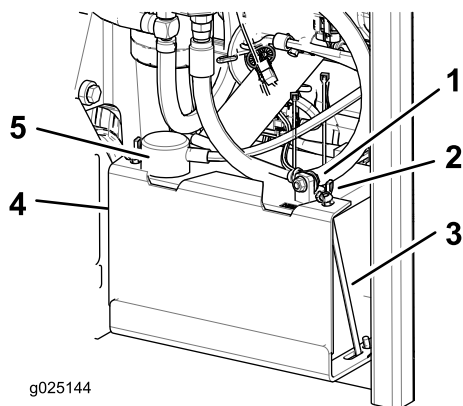

Figura 46
3. Prima scollegate il cavo negativo della batteria (nero) dal morsetto negativo della batteria (nero) (Figura 46).
4. Fate scorrere la guaina del morsetto rosso via dal morsetto positivo della batteria (rosso) e rimuovete il cavo positivo della batteria (rosso) (Figura 46).
5. Togliete i dadi ad alette che fissano i ganci uncinati (Figura 46).
6. Togliete la fascetta (Figura 46).
1. Posizionate la batteria nel vassoio, con i poli in posizione opposta al serbatoio idraulico (Figura 46).
4. Fissate i cavi con 2 bulloni, 2 rondelle e 2 dadi di bloccaggio (Figura 46).
6. Montate la fascetta e fissatela con i dadi ad alette e i ganci uncinati (Figura 46).